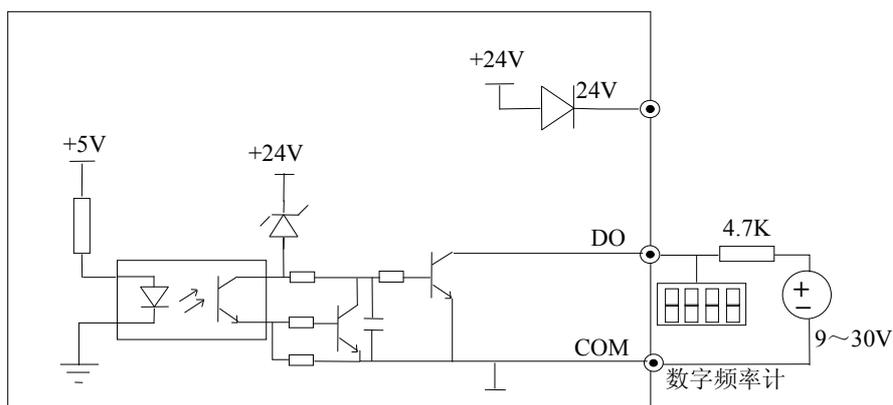

图 2-23 输出端子D0连接方式2
4) 数字脉冲频率输出DO也可使用外部电源，9~30V，接线方式请参见图2-23